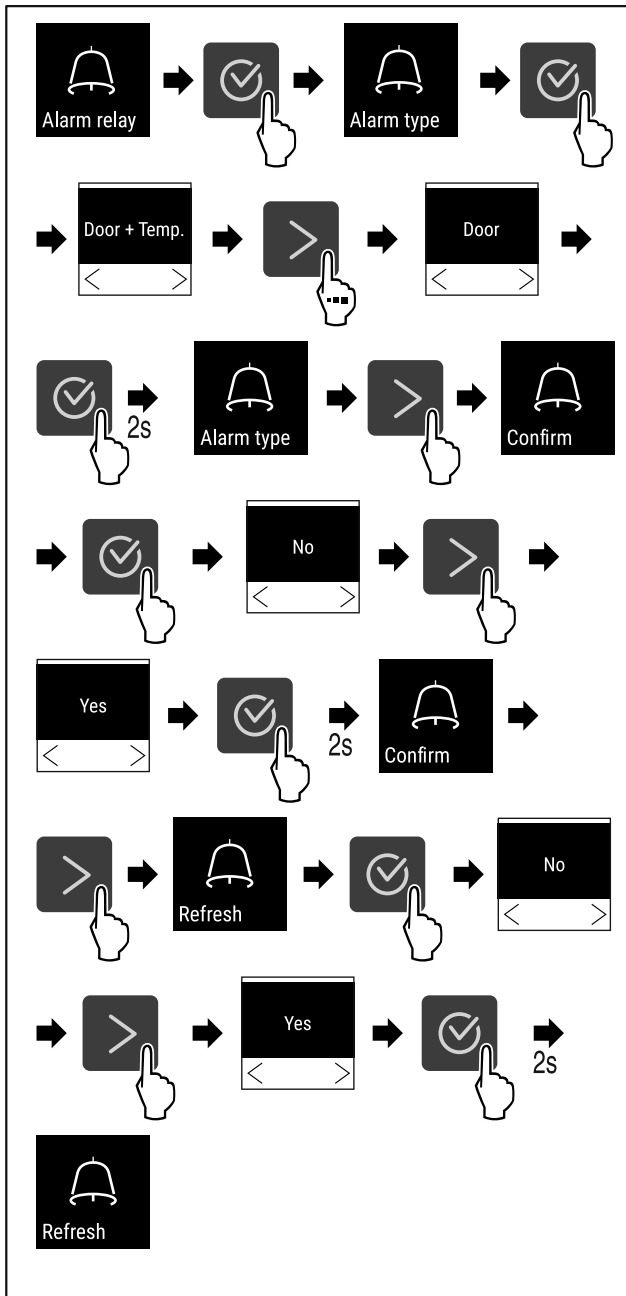

Fig. 109
- ▶ Suivre les étapes (voir Fig. 109).